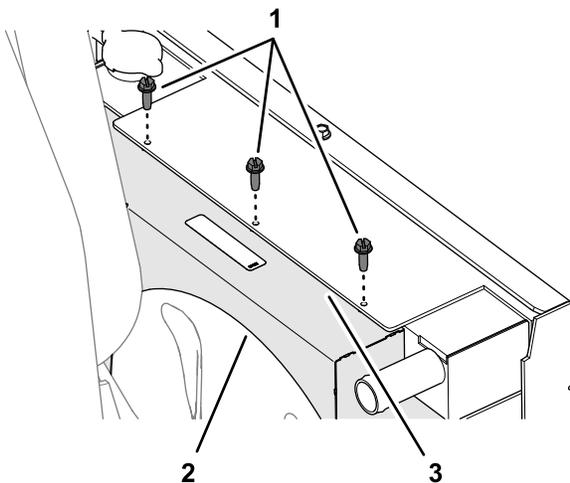

Figura 36
7. Prenda o resguardo da ventoinha superior ao radiador/refrigerador de óleo (Figura 36) com três parafusos autorroscantes ($\frac{1}{4}$ pol. x $\frac{3}{4}$ pol.).